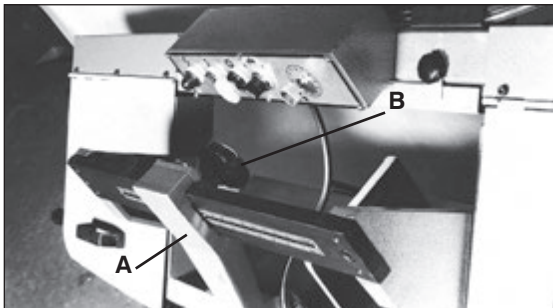

Fig. 7
Les guides-lames doivent s'approcher autant que possible des mâchoires de l'étau. Le support du guide-lame droit est fixe et réglé en usine de manière à assurer le dégagement de la mâchoire de l'étau à main. Le support du guide-lame gauche est mobile et peut se bouger de gauche à droite selon la position de l'étau à main gauche. Pour déplacer le support du guide-lame gauche (A, Fig. 7), desserrez le bouton à main (B), réglez la position du support et resserrez le bouton à main (B).